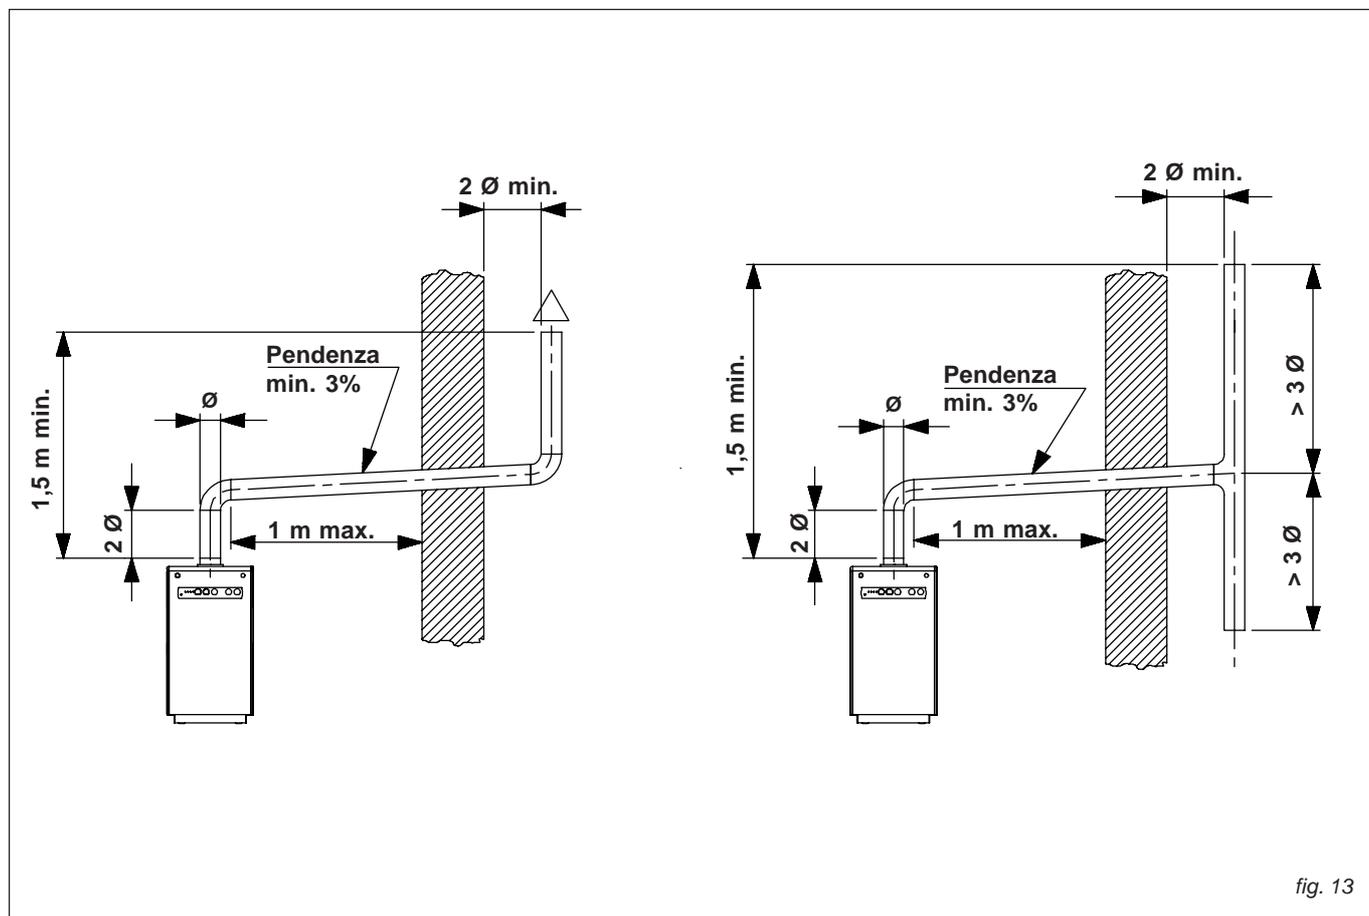

fig. 13
- Il terminale di tiraggio deve sovrastare di almeno 1,5 metri l'attacco del condotto di scarico sulla caldaia (vedi fig. 13).